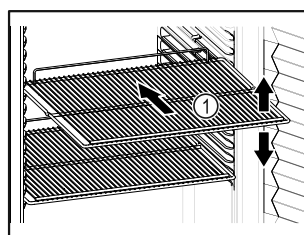

Fig. 47 Exempel
- Om gallren Fig. 47 (1) kan flyttas om ska de anpassas på höjden.